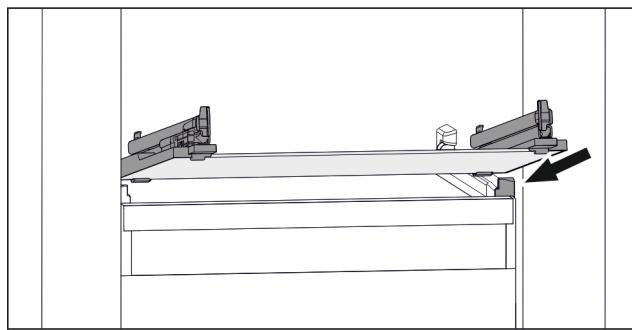

Fig. 141 Примерно изображение на стъклената плоча
- Поставете стъклената плоча под ъгъл зад ограничителите. (виж Fig. 141)